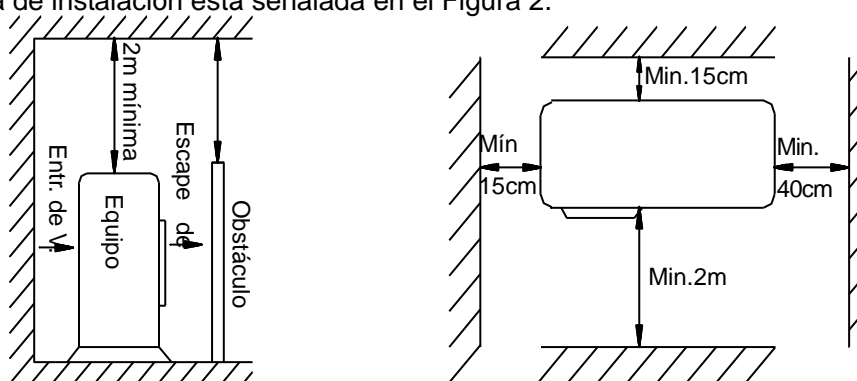

Figura. 2
- La distancia de instalación está señalada en el Figura 2.